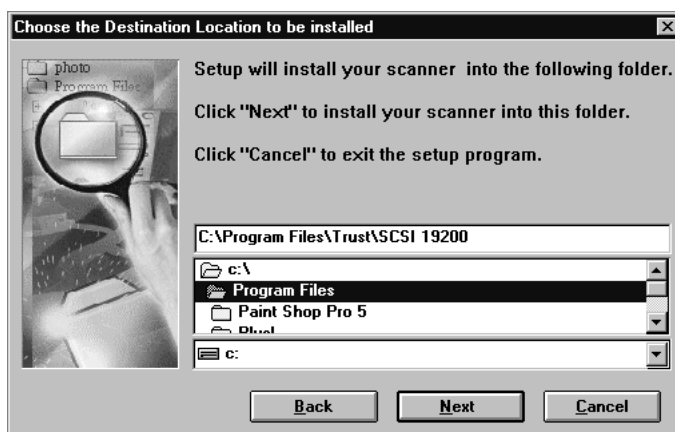

Figure 18 : définition d'un répertoire d'installation
Windows NT : la Figure 18 est affichée. Passez maintenant au point 7.
- La fenêtre suivante comporte l'information de bienvenue. Cliquez sur 'Suivant' {Next} pour continuer. La Figure 18 est affichée.